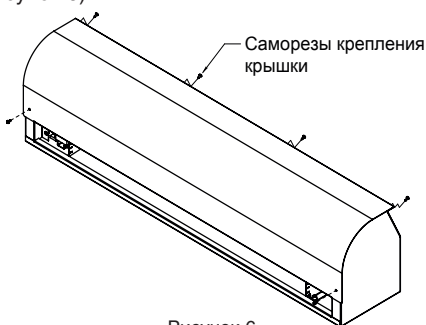

Рисунок 6
- После того, как решетка снята с завесы, необходимо приступить к снятию крышки. Для этого, с крышки выкручиваем саморезы (см. рисунок 6).